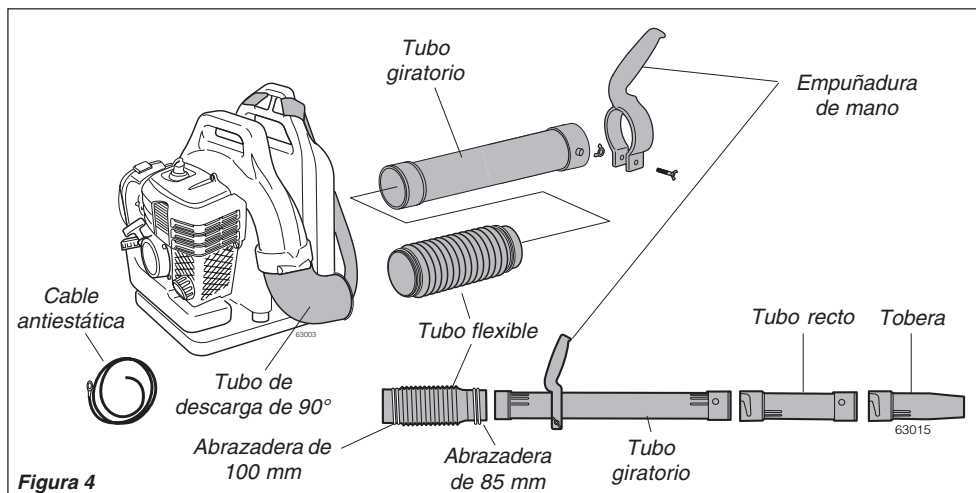

Figura 4
1. Coloque el soplador hacia arriba en el piso o en una superficie de trabajo robusta y observe la orientación de las piezas, como se muestra en la figura 4.